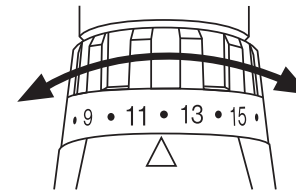

Abb. 9
1. Drehen Sie die Drehmomentvorwahl (3). Die unterschiedlichen Stufen rasten spürbar ein (Abb. 9).